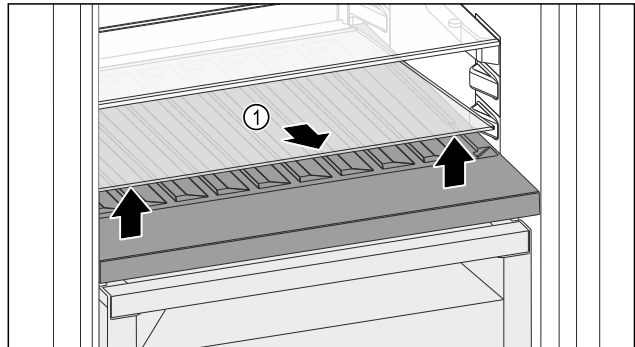

Fig. 110
- ▶ Glasplatte Fig. 110 (1) an der Aussparung vorne anheben und herausnehmen.
- ▶ Glasplatte Fig. 110 (1) außerhalb des Geräts sicher aufbewahren.